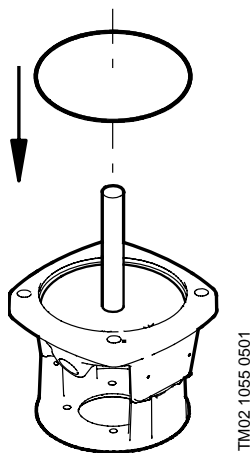

Abb. 6
1. O-Ring Pos. 37 mit dem Werkzeug Pos. G montieren, siehe Abb. 6.
3. O-Ring Pos. 37 mit dem Werkzeug Pos. G montieren, siehe Abb. 6.